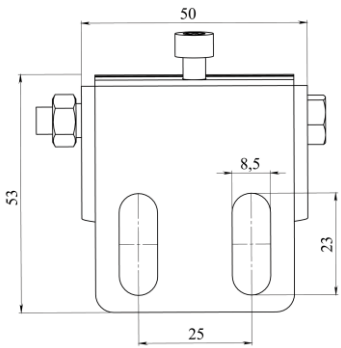

Рисунок 4.1
5.2. Установить прожектор на поверхности и закрепить его четырьмя/шестью болтами М8 (в комплекте не поставляются) (**количество болтов зависит от типа кронштейна см. таблицу 3.3**), схема размеров под крепление на Рисунок 4.1 – 4.5.